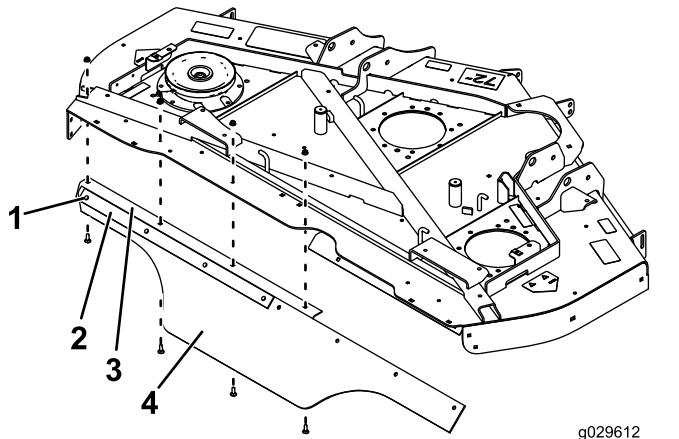

Figura 10
3. Monte provisionalmente una pletina de refuerzo y el extremo izquierdo (en ángulo) del deflector en el perfil trasero con 4 pernos de cuello cuadrado (5/16" x 7/8") y 4 tuercas (5/16"), según se muestra en Figura 10.
4. Monte provisionalmente el perfil trasero con el deflector en la carcasa de corte con 4 pernos de cuello cuadrado (5/16" x 7/8") y 4 tuercas (5/16"), según se muestra en Figura 10.